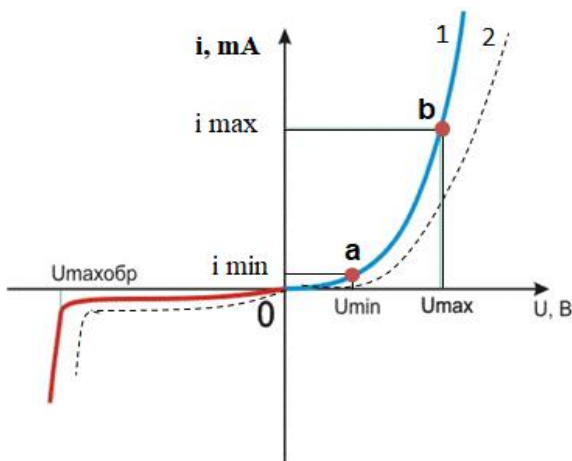

Рис. 8. Вольтамперная характеристика светодиода
Вольтамперная характеристика. Полную информацию об электрических свойствах светодиода дает его вольтамперная характеристика (рис. 8). При прямом подключении к источнику постоянного тока светодиод будет излучать свет в интервале напряжений от U_{\min} до U_{\max} , то есть для светодиода рабочим является участок ab вольтамперной характеристики 1. В случае превышения предельного напряжения U_{\max} наступает пробой p - n перехода и светодиод выйдет из строя. Пробой наступит также в случае обратного включения светодиода к напряжению, превышающему $U_{\max, \text{обр}}$. При обратном включении светодиода в случае $U < U_{\max, \text{обр}}$ через него протекает малый ток утечки $i_{\text{обр}}$, светодиод при этом не излучает света.
Вид вольтамперной характеристики зависит от природы полупроводников, составляющих светодиод. На рис. 8 пунктирной линией 2 показана вольтамперная характеристика светодиода, излучающего в более коротковолновом диапазоне, чем светодиод 1 (сплошная линия).
5. Постройте график рабочего участка ab вольтамперной характеристики (рис. 8).